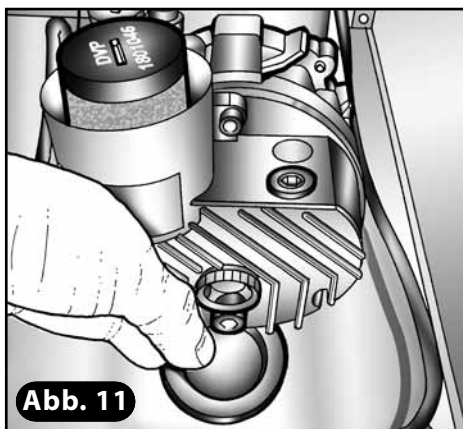
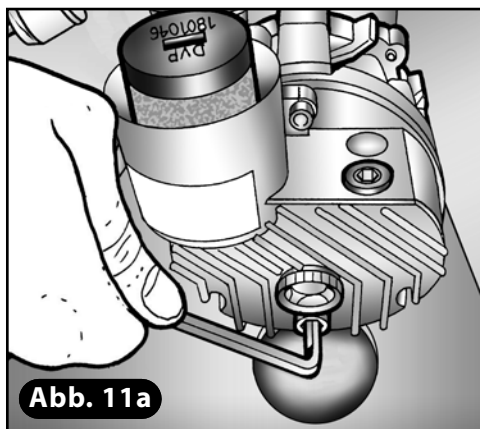
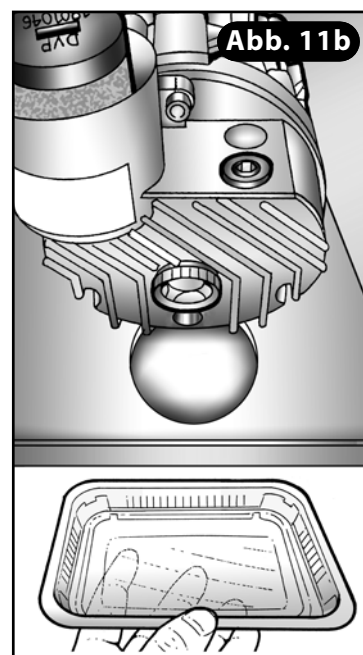

Abb. 11
Abb. 11a
Abb. 11b
- 8) Behälter bereitstellen und mit demselben Schlüssel den Ablassverschluss abschrauben (**Abb. 11**). Den Gummistutzen (**Abb. 11a**) entfernen.. Öl etwa zehn Minuten lang abfließen lassen (**Abb. 11b**).